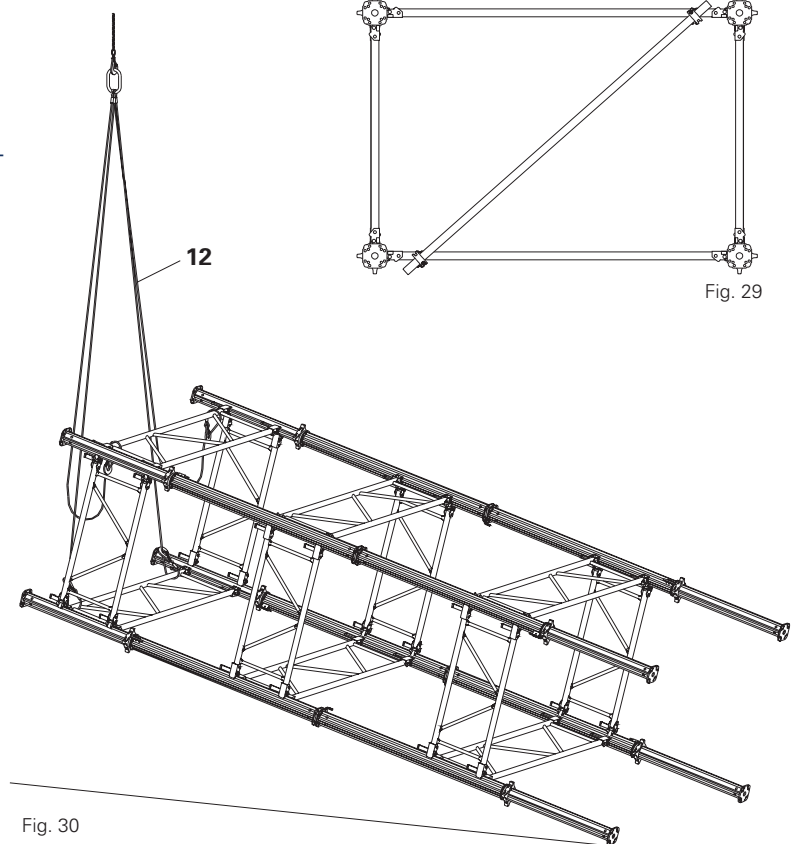

Fig. 30
1. Hægt et firstrengnet kædesæt **12** på to modstående hegn i den øverste hegnrække. **Fig. 30**